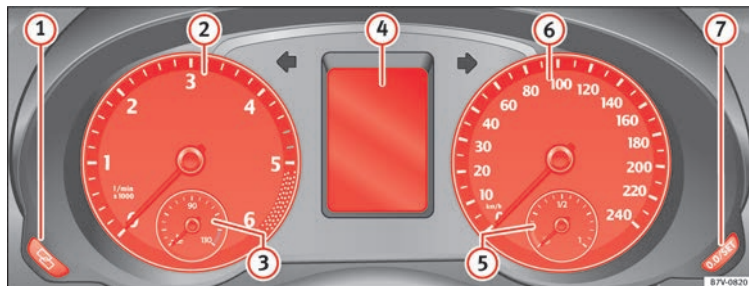

Bild 118 Kombiinstrumentet på instrumentbrädan
Information om instrumenten » bild 118:
① **Knapp för klockinställning¹⁾**
- För att fortsätta, tryck på  » bild 118 ⑦. Håll ned knappen för att rulla genom minuterna snabbt.
② **Varvräknare** (med motorn igång, varv per minut i tusental).
Tillsammans med växlingsindikatorn ger varvräknaren dig möjlighet att köra bilens motor med ett lämpligt varvtal. Början av den röda zonen » bild 118 1 visar det maximala varvtalet vid drifttemperatur. Det är dock klokt att växla upp till en högre växel eller föra väljarspaken till **D** (eller lyfta foten från gaspedalen) innan nålen når den röda zonen » ①. Vi rekommenderar att du undviker höga varvtal och att du följer rekommendationerna på växlingsindikatorn. Se den ytterligare informationen i » sidan 192.
③ **Display över motorns kylväsketemperatur** » sidan 269.
④ **Mätare på skärmen** » sidan 99.
⑤ **Bränslemätare** » sidan 257.
⑥ **Hastighetsmätare.**
⑦ **Reset-knapp för färdminne (tripp).**
Olika typer av information kan visas på instrumentpanelens display » bild 118 ④, beroende på aktuell utrustning:
Underhållsintervallet visas på instrumentpanelens display » » bild 118 ④.